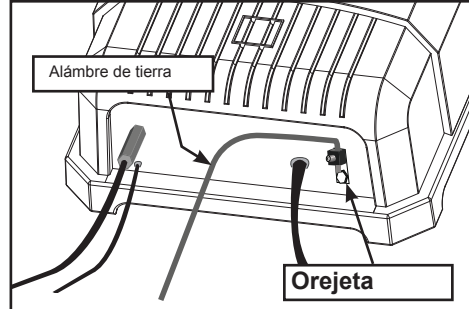

Figura 20. Conexión a tierra a la fuente de energía
6. En el AquaLink® RS o centro de control de PDA, conecte la fuente de energía directamente a la parte de carga del relé de la bomba de filtro (ver Figura 20).